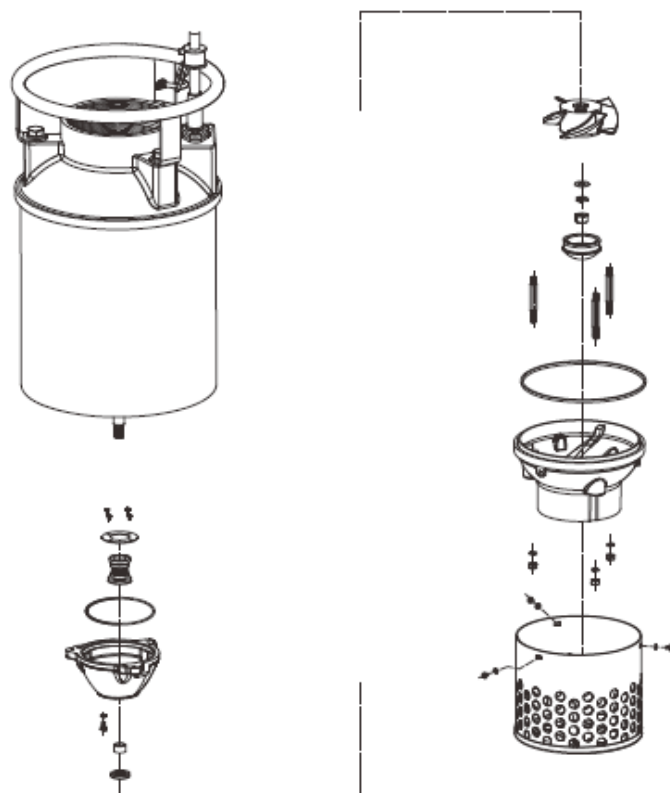

Рис. 28. МОДЕЛЬ 3: 0,75 кВт / 2,2 кВт в разобранном виде
5.1.2. Разборки насоса МОДЕЛЬ3: 0,75 кВт / МОДЕЛЬ3: 2,2 кВт (Рис.28)